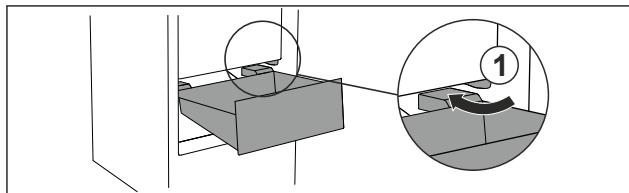

Fig. 102
- ▶ Umetnute ladicu koso oko zaustavljača Fig. 102 (1).